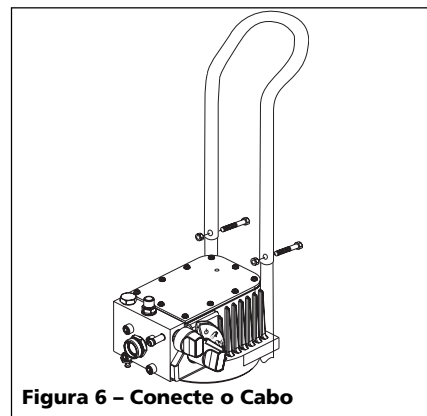

Figura 6 - Conecte o Cabo
7. Fique atrás da unidade e alcance o cabo para segurar as extremidades na parte inferior do cabo. Aperte o cabo para baixo (Veja a Figura 6).